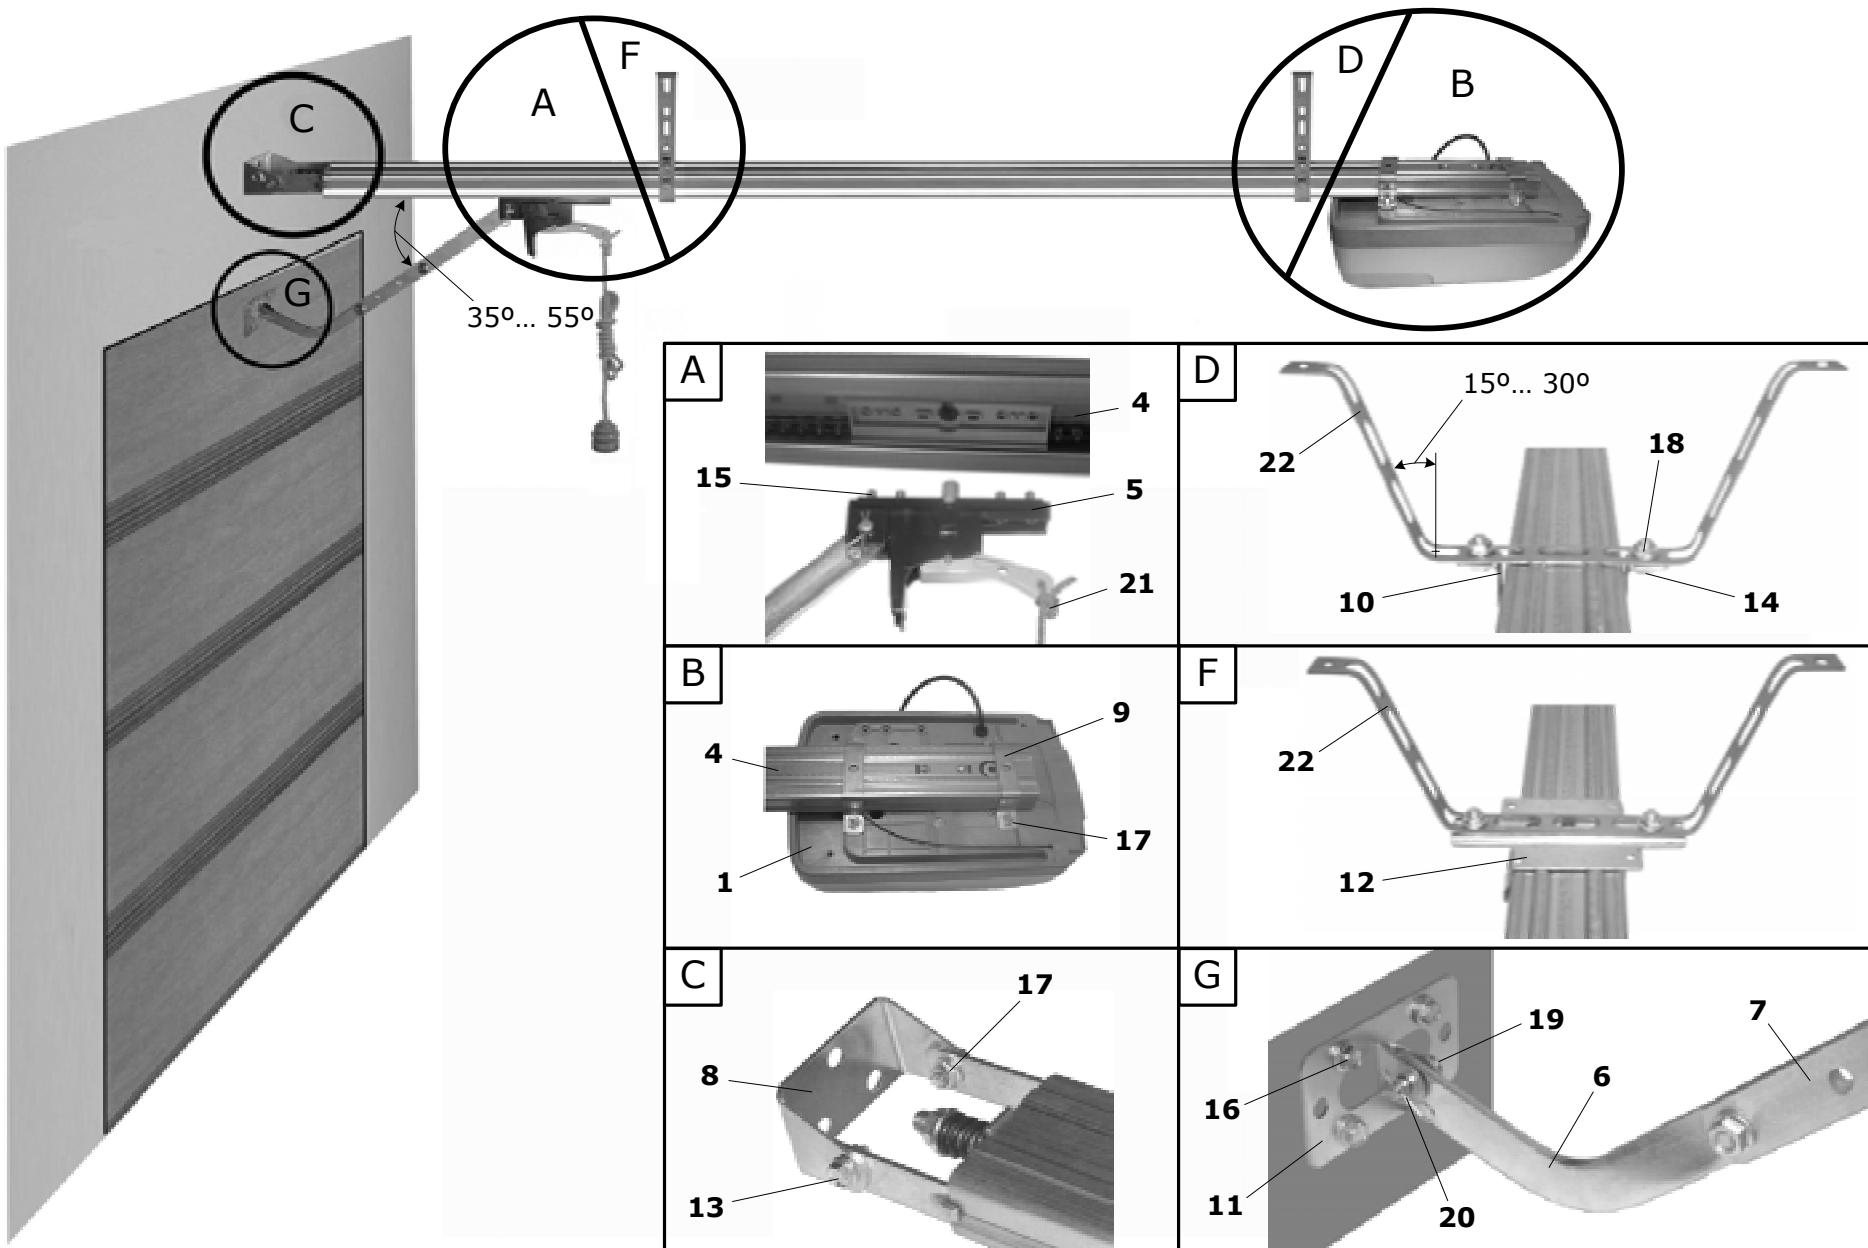

Рис. 2. Монтаж комплекта
Рейка поставляется в подсобранном состоянии. Для окончательной ее сборки (вид А, Рис. 2) выполните следующее:
Для присоединения привода к рейке (вид В, Рис. 2) выполните следующее:
При креплении рейки к стене над воротами (вид С, Рис. 2) выполните следующее:
- Закрепите U-образный кронштейн крепления рейки 10 (вид D, Рис. 2) и изогнутую полосу крепления 22 на рейку вблизи привода с помощью двух болтов 14 и двух гаек 18. При расстоянии от рейки до потолка 5...130мм используется одна полоса крепления, изогнутая "П - образно" (Рис. 2).
- Установите кронштейн крепления рейки 12 (вид F, Рис. 2) и изогнутую, в соответствии с выше описанным пунктом, полосу крепления 22 на рейку в месте, обеспечивающем наибольшую жесткость рейки (например, на расстоянии 1/3 длины рейки от проема ворот). Соедините кронштейн крепления рейки и полосу крепления с помощью двух болтов 14 и двух гаек 18.
Для соединения каретки рейки с полотном ворот (вид G, Рис. 2) выполните следующее: